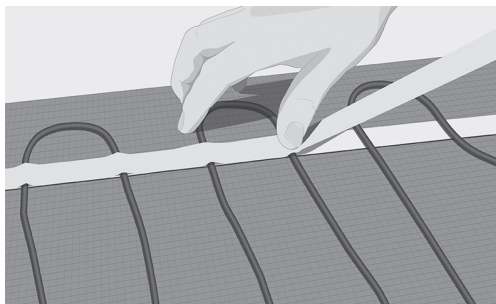

Fig. 11. Fäst kabeln med maskeringstejp
10. Fäst kabeln med maskeringstejp ovanpå kabeln och den dubbelhäftande tejpens. Tryck fast tejpens ordentligt på kabeln för att förebygga att det bildas lufthåligheter under appliceringen av täckmaterialet (Fig. 11).